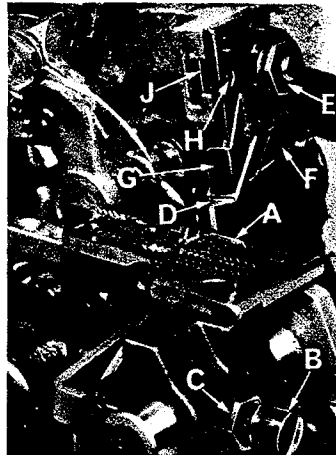

Fig. 13
Montiere den Untermesserhalter. Das Untermesser (A, Fig. 13) muß so eingestellt werden, daß seine Schneidkante mit der Oberfläche der Stichplatte eben ist. Die Einstellungen werden mittels Sechskantschraube, mit welcher das Untermesser befestigt ist, durchgeführt. Das Untermesser wird mit Federdruck gegen das Obermesser gepreßt, so daß eine seitliche Einstellung beim Verändern der Nahtbreite nicht erforderlich ist.
Replace lower knife holder assembly. Lower knife (A, Fig. 13) should be set with cutting edge flush with throat plate surface. Adjustments are made with hexagonal head screw which holds lower knife. Lower knife is spring pressed against upper knife, so no lateral adjustment is necessary when width of trim is changed.
Setze den kompletten Obermesserhalter ein. Pratze das Obermesser (D, Fig. 13) durch anziehen der Mutter (E) fest, die Obermesserpratze (F) muß dabei soweit wie möglich im Uhrzeigersinn gegen das Obermesser gedrückt werden. In der untersten Stellung seiner Bewegung darf die vordere Schneidkante des Obermessers nicht weniger als $1/64'' = 0,4 \text{ mm}$ unterhalb der Schneidkante des Untermessers stehen. Der Kettenschuh (G) muß von der Schneidkante des Obermessers leicht zurückgesetzt sein.
Replace upper knife assembly. Clamp upper knife (D, Fig. 13) in position, setting nut (E) to hold clamp (F) in its most clockwise position against upper knife. At bottom of its stroke, front cutting edge of upper knife should extend not less than $1/64'' = 0,4 \text{ mm}$ below cutting edge of lower knife. The chain guard (G) should be set down against the upper knife and slightly back from the cutting edge.